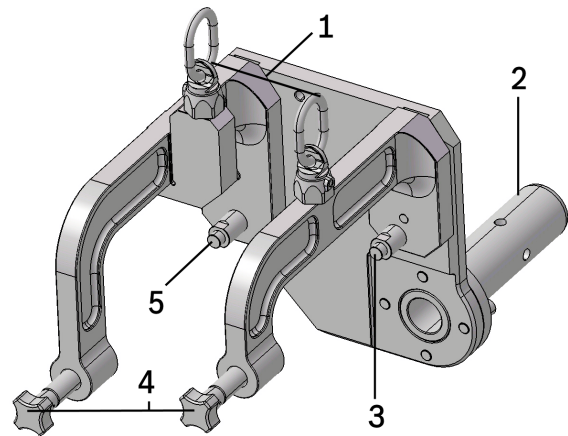

Figura 1: Supporto del cambio T40344
3. Rimuovere il bullone (3) dal supporto del cambio e conservarlo in un luogo sicuro (vedere Figura 1).